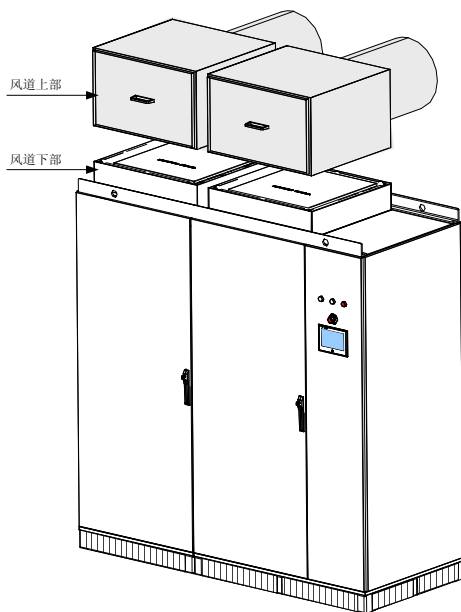

图 4-13 散热风道安装示意图
- 2) 将散热风道固定在机柜顶部，一共安装 28 个 M6 组合螺钉，机柜自带如图 4-13；